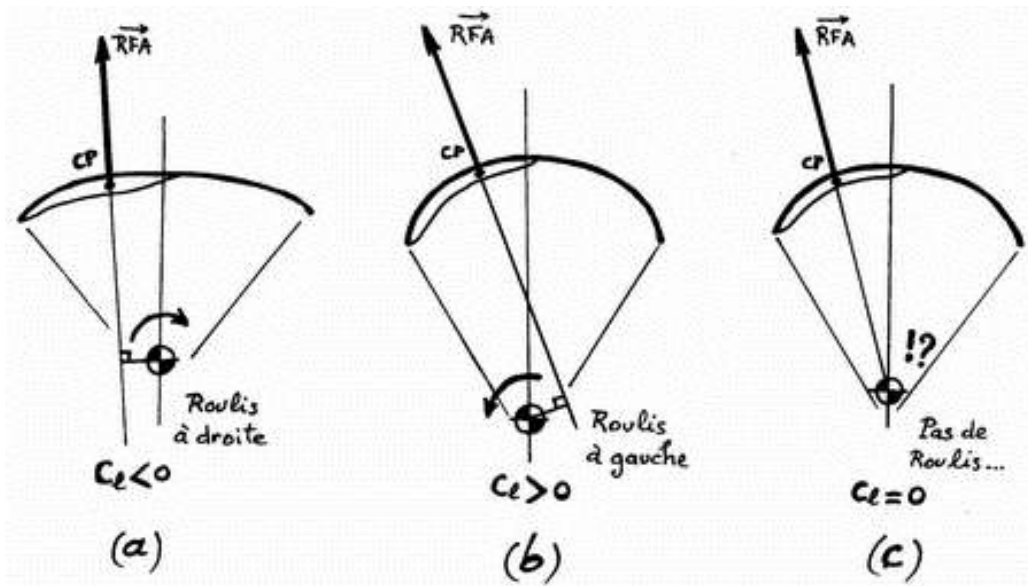

figure 3 : moment de roulis en fonction de la voûte et du suspentage
Pour tout aéronef, les mouvements de rotation s'effectuent autour du centre de gravité (CG), et peuvent être caractérisés par le moment de rotation autour de ce point (le coefficient de moment se note  $C_l$  dans le cas du roulis). Tout dépend de la forme de la voûte et de la hauteur de suspentage. La figure 3 explique pourquoi l'action sur un frein provoque une mise en virage plus ou moins prononcée, ou un roulis inverse sur une voûte dont la voûte est trop « plate ».